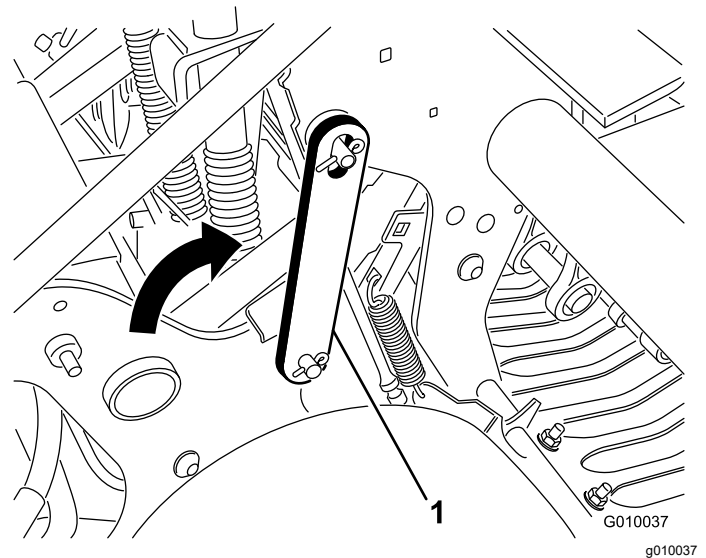

Figure 19
4. Faites pivoter le verrou de service en arrière et engagez-le sur la goupille de la tête d'aération (Figure 19). Fixez le verrou en place avec la goupille de blocage.